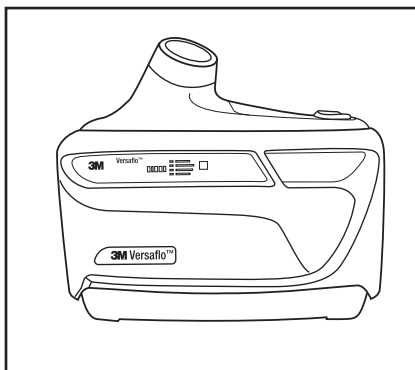

Fig. 13 – Respirador Purificador de Ar Motorizado TR-800 Versaflo™ da 3M™ com a etiqueta do filtro/cartucho visível
- Se a capa do filtro for usada, a etiqueta do filtro/cartucho precisa estar visível na janela da capa do filtro (Fig. 13).